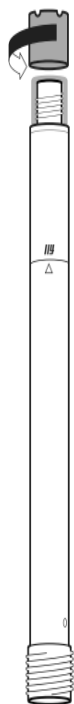

Figura 16
- Atornille la tapa al cuerpo exterior, con cuidado de no tocar la membrana. Se debe envolver cualquier membrana suelta por debajo de la tapa. Asegúrate que la tapa está completamente atornillada. Vea la Figura 16